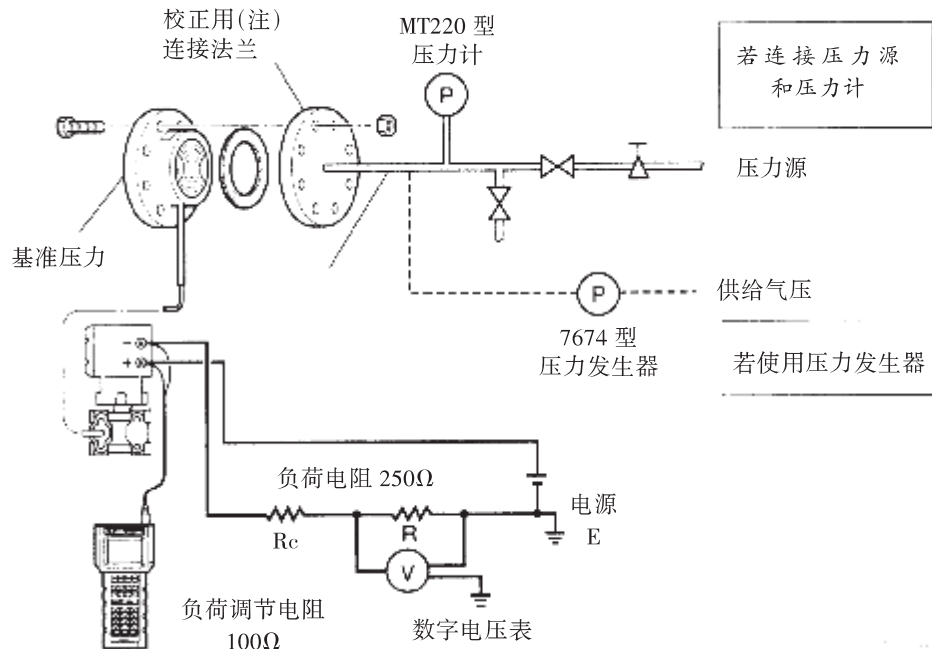

图 8.3.1 仪表连接
1) 按图 8.3.1 所示，连接好仪表、并通电预热至少五分钟。